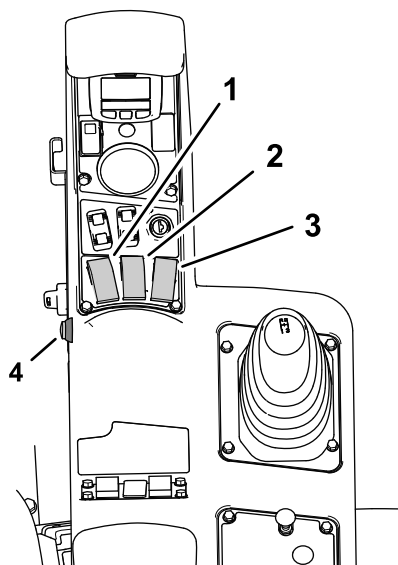
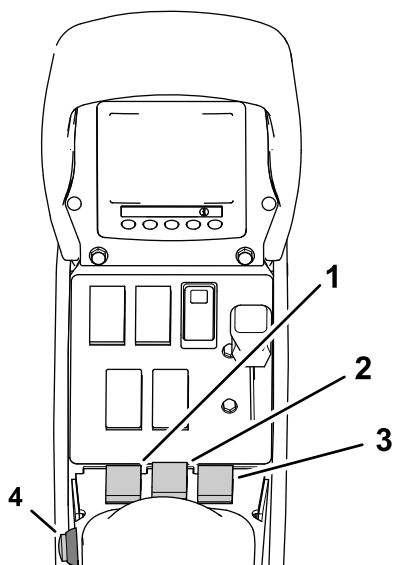

Figura 154
Figura 155
1. Ponga los 3 interruptores de sección (situados en la consola de control de la máquina) en la posición ACTIVADO (Figura 154 y Figura 155).
- Pulse el interruptor de sección maestro de la máquina (Figura 154 o Figura 155).